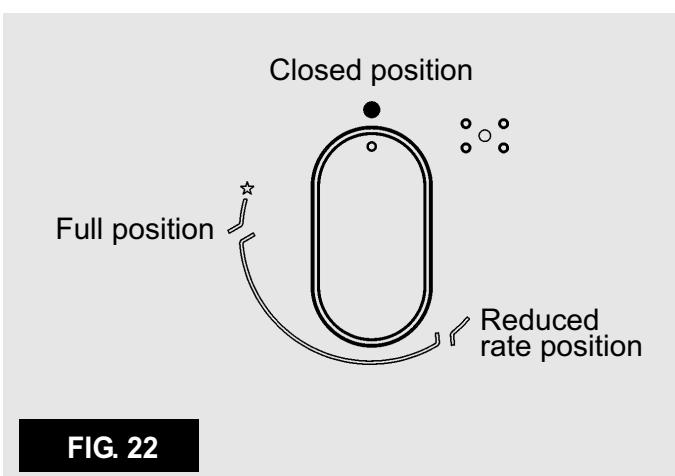

FIG. 22
Wcisnąć i przekrącić w lewo odpowiednie pokrętło, ustawiając je w pozycji Maksimum (duży płomień, rys. 22) i wcisnąć je do końca.
Aby zapalić palnik wyposażony w zabezpieczenie przeciwspływowego gazu, należy przekrącić odpowiednie pokrętło do pozycji Maksimum (duży płomień, rys. 22), a następnie wcisnąć pokrętło. Po zapaleniu się palnika przytrzymać wcisnięte pokrętło przez około 10 sekund).
**- zapalanie palników z zabezpieczeniem przeciwspływowym gazu jest możliwe tylko wtedy, gdy pokrętło ustawione jest w pozycji Maksimum (duży płomień, rys. 22).**
- zapalić palnik i ustawić pokrętło w pozycji „Minimum” (symbol małego płomienia rys. 22).